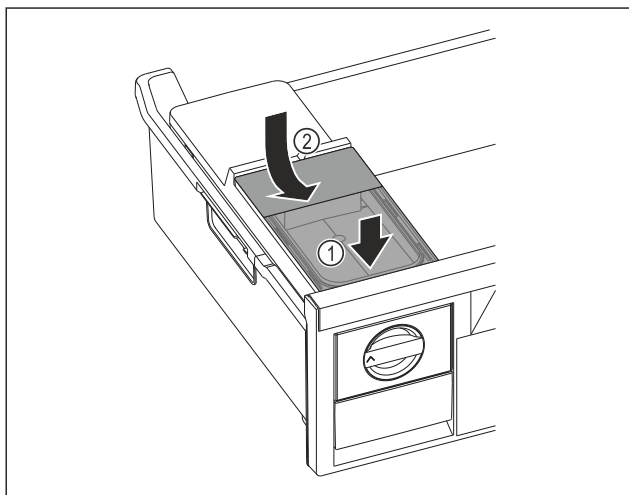

Fig. 76
- ▶ Zbiornik wody wsunąć od przodu. Fig. 76 (1)
- ▶ Zbiornik wody opuścić z tyłu. Fig. 76 (2)